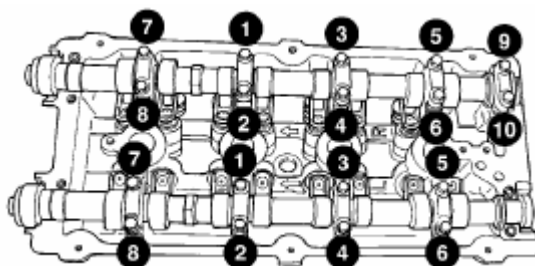

Рис. 20. Последовательность затяжки крышек подшипников распредвала.
- (1) смазать моторным маслом все опорные шейки и кулачки распредвала, рычаги клапанов.
- (2) Установить рычаги клапанов в исходные положения, если они используются повторно.
- (3) Установить распредвалы на опорные поверхности головки блока. Установить правые и левые крышки подшипников распредвалов No. 2 – 5 и правую No. 6. Затянуть болты М6 моментом 12 Н·м (105 дюймов-фунт) в указанной последовательности (Рис. 20).